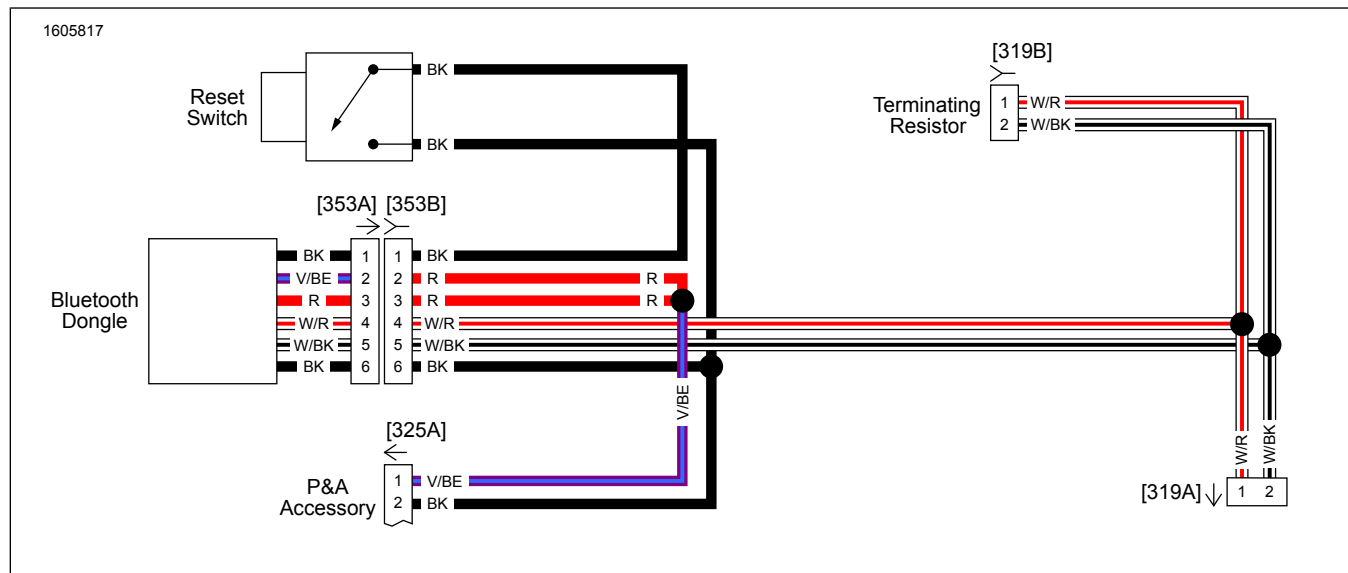

Figura 16. Cablaggio dongle Bluetooth (2017 e successivi)(tipico)
1. Vedere la figura 16. Installare e guidare il cablaggio del Bluetooth dongle.
Se il Numero di identificazione personale (PIN) è stato dimenticato o bloccato e deve essere ripristinato, tenere premuto il pulsante "Interruttore accoppiamento o reimpostazione" (Vedi Figura 16, voce 3) per 3 secondi per reimpostare il PIN. Riconnetti al dongle Bluetooth nell'app H-D Audio per impostare un nuovo PIN.